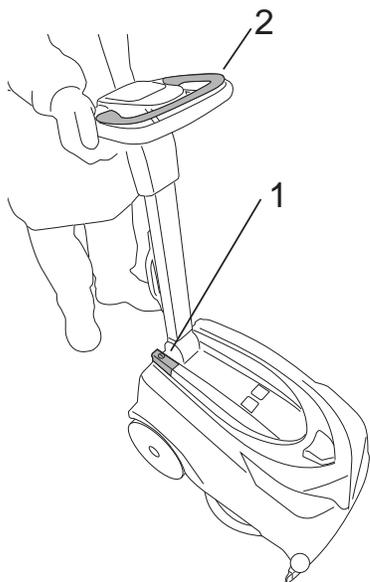
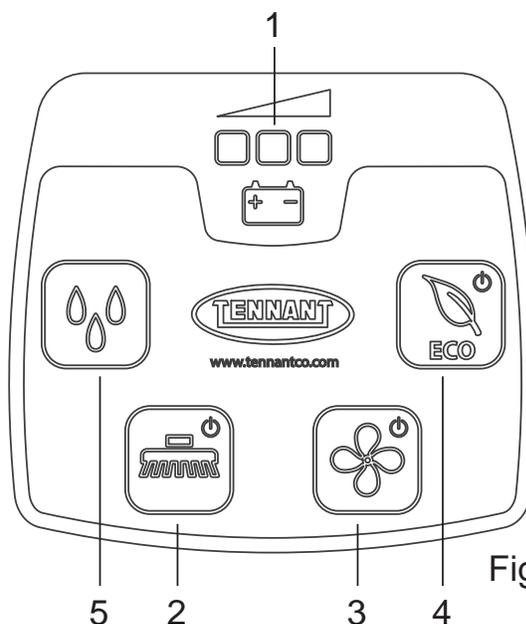

Fig.14
Fig.15
- Interrupteur général (Fig. 14 - Rep 1): active et désactive l'alimentation électrique de toutes les fonctions de la machine.
- Témoin de charge de la batterie (Fig. 15, Rep. 1) : constitué de 3 leds de couleur rouge, jaune et verte qui indiquent le niveau de charge de la batterie. Les situations possibles sont:
- Bouton brosse (Fig. 15 - Rep 1) : active ("led allumée") et désactive ("led éteinte") la fonction "Brosse", la brosse ne se met en marche que lorsqu'on actionne le "Lever de commande brosse" (Fig. 14 - Rep 2).
- Bouton aspiration (Fig. 15 - Rep 3) : met en marche ("led allumée") et arrête ("led éteinte") le moteur d'aspiration, qui permet de sécher le sol. Le moteur se met en marche uniquement lorsqu'on actionne le "Lever commande brosse".
- Bouton de débit de solution (Fig. 15 - Rep. 5) : pour activer, désactiver ou modifier la distribution du flux de solution, procéder comme suit :
- Bouton ECO (Fig. 15 - Rep. 4) : active ("led allumée") ou désactive ("led éteinte") le fonctionnement ECO.